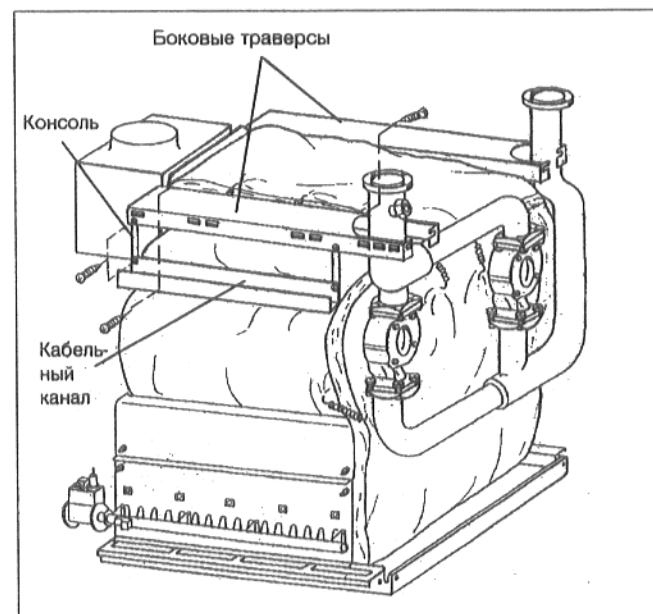

Рис. 31
- Уложить обе боковые траверсы на консоли и прикрепить их там самонарезными винтами (рис.31).
- Привинтить оба кабельных канала спереди и сзади к консолям (самое нижнее отверстие в консоли, рис. 31).